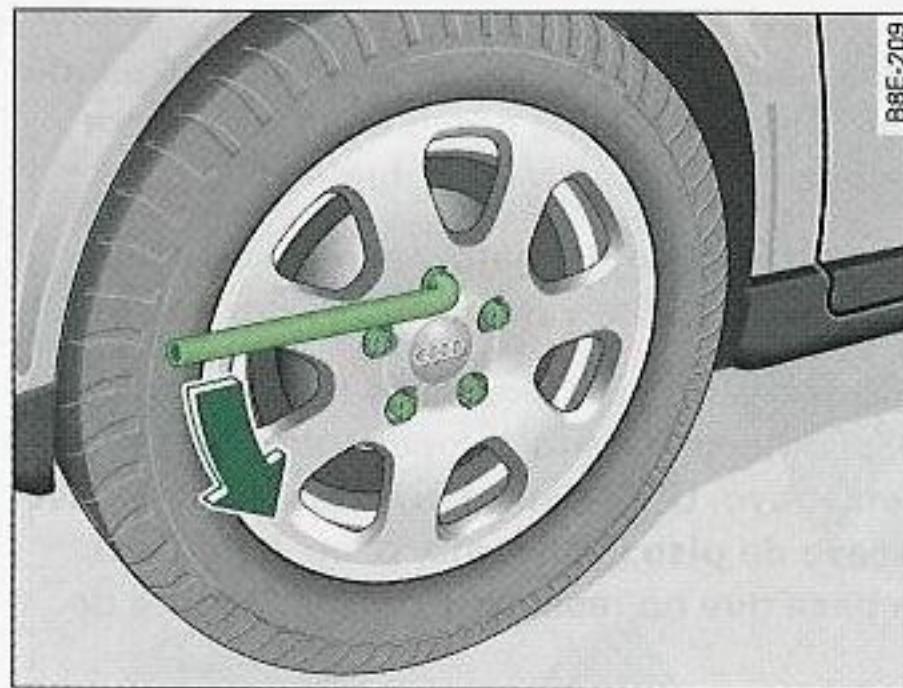

Fig. 253 Cambio de rueda: Aflojar los tornillos de la rueda
- Agarre la llave por el *extremo* y gírela aproximadamente *una vuelta hacia la izquierda* ⇒ fig. 253 -flecha-.